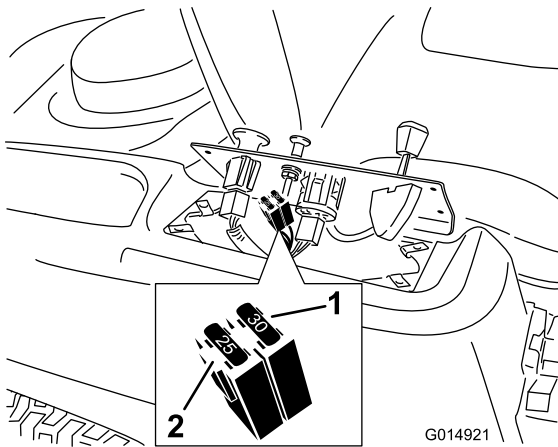

図 54
2. コントロールパネルを持ち上げると、メインワイヤハーネスとヒューズブロックにアクセスできる 図 54。
3. ヒューズは引き抜け外れる 図 54。